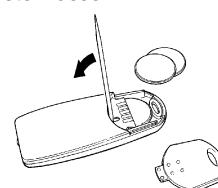

Abb. 10
- Eine kleine nicht metallische Spalte in den Schlitz stecken – siehe Abbildung 10 – und die Batterien herausschieben